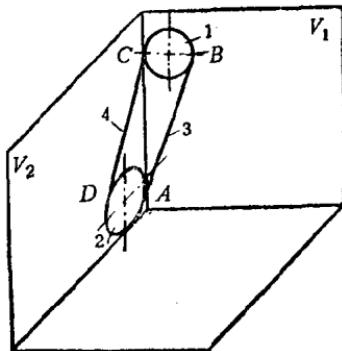

图 5 半交叉传动中，皮带和皮带轮的配置
(1) 在主动边的一边，进入主动轮的皮带的中心线要跟主动轮的中心平面相重合(图 5 中的 AB 和 V_1)。
(2) 在从动边的一边，进入从动轮的皮带的中心线，要跟从动轮的中心平面相重合（图 5 中的 CD 和 V_2 ）。